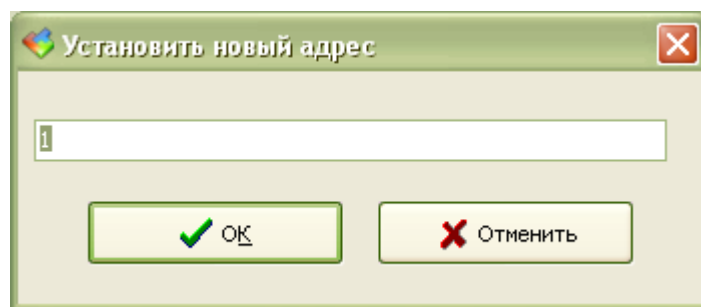

Рисунок 9 - Ввод адреса
4) При необходимости, установить новый адрес ОПД в системе ОПС. Для этого надо выделить в таблице строку с ОПД и выполнить команду «Адрес». Ввести требуемый адрес (1-255) и нажать кнопку «ОК» для записи нового адреса в ОПД (рисунок 9).